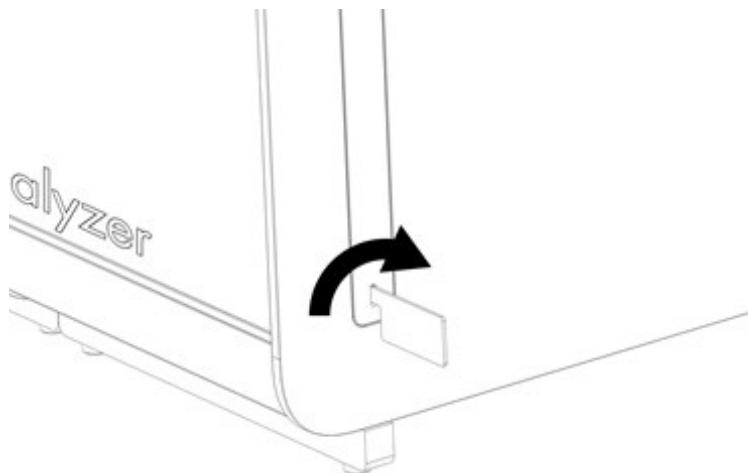

Abbildung 5. Entfernen der Schutzabdeckungen.
2. Entfernen Sie die Schutzabdeckungen mit dem dafür vorgesehenen, im Lieferumfang des QIAstat-Dx Analyzer 2.0 enthaltenen Werkzeug von der Seite des Analysemoduls (Abbildung 5).